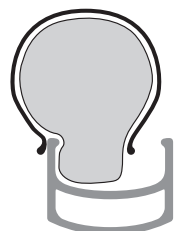

Figure 15. Poussez le premier talon sur le côté et insérez la chambre à air.
5. Poussez sur le pneu et la chambre à air jusqu'à ce que la chambre à air soit à l'intérieur de la jante (Figure 15).